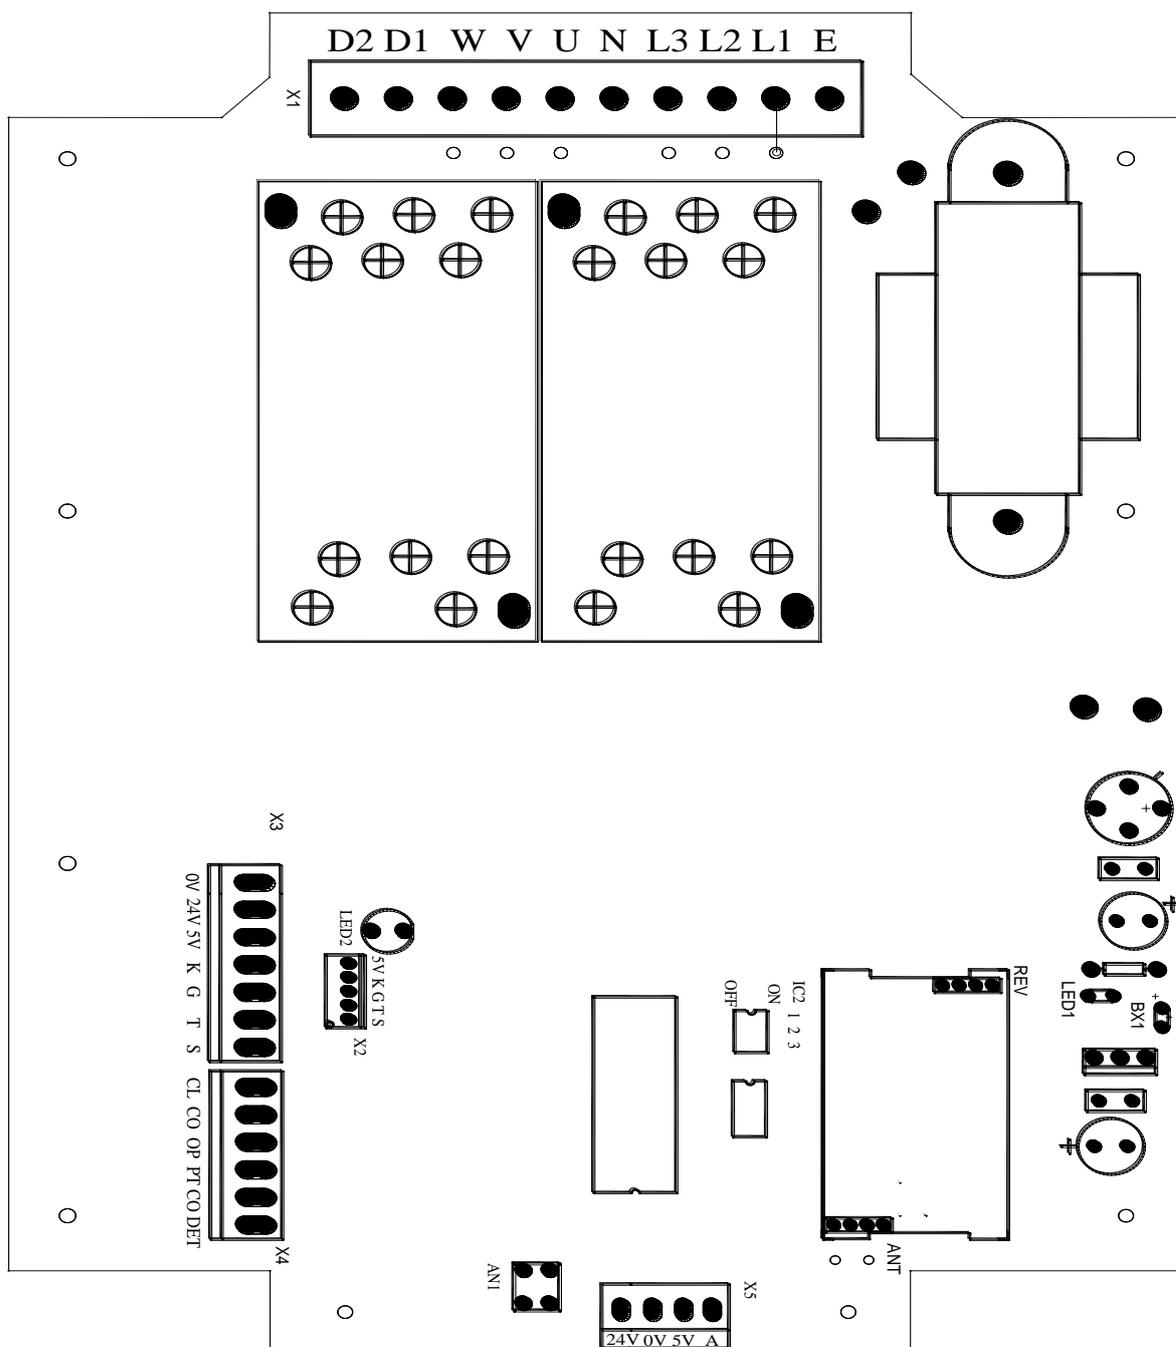

Fig.2
Antes de realizar cualquier trabajo de cableado, es esencial para desconectar la caja de control de la red eléctrica.λ Conecte la alimentación de entrada (380V) a 'L1', 'L2', 'L3'.λ Conecte el cable neutro "N", conecte el cable de tierra a 'E'. Conecte el cable del motor a la 'U', 'V', 'W'. Si la dirección de puerta de ejecución es erróneo, por favor 'U' los cables de cambio y "V". (Ver Fig. 2 bloques de bornes X1)
Conecte el cable de límite de cierre a 'CL', conecte el cable común a 'CO', conecte el cable límite abierto a 'OP'.λ (Ver Fig. 2 bloque terminal X4)
Conecte los cables de la señal de la fotocélula (No.) para "PT" y "CO" y el poder de los cables a '24V' y '0 V'.λ Conecte los cables del interruptor de seguridad avanzada para 'PT' y 'CO'. Conecte el interruptor de la puerta peatonal incorporada (NC), cables para 'TED' y 'CO', si está conectado, el puente de cortocircuito debe ser eliminado. (Ver Fig. 2 X3, X4 bloque de terminales)
Conecte el interruptor pulsador externo (No.) a 'K', 'G', 'T' y 'S'.λ K-libre, el G-cierre, T-stop, cable S-común. (Ver Fig. 2 del bloque de terminales X3)